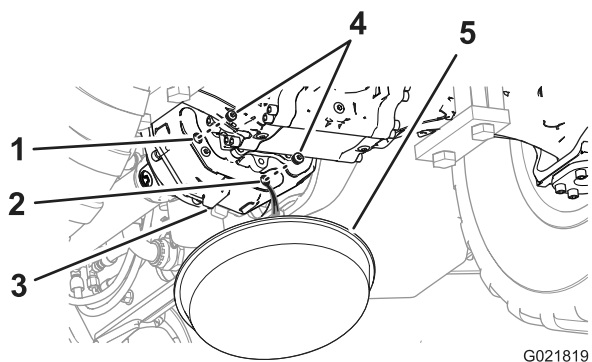

Figure 71
- Placez un bac de vidange sous la partie arrière du carter de transmission (Figure 71).
- Enlevez les bouchons l'orifice de contrôle et de l'orifice de vidange du carter de transmission (Figure 71).